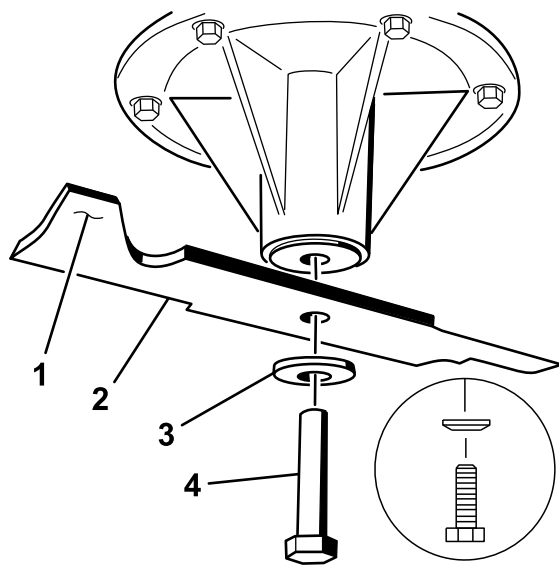

Figure 115
2. Enlevez de l'axe des lames gauche et centrale, le boulon de lame, la rondelle bombée et la lame (Figure 115).
3. Enlevez de l'axe, le boulon de la lame droite (fileté à gauche), la rondelle bombée et la lame (Figure 115).
1. Reposez sur les axes, les lames gauche et centrale, les rondelles bombées et les boulons de lame (Figure 115 et Figure 116).
Remarque: Orientez le cône de la rondelle bombée vers la tête du boulon (Figure 115).
2. Posez sur l'axe, la lame droite, la rondelle bombée et le boulon (fileté à gauche) (Figure 115 et Figure 116).